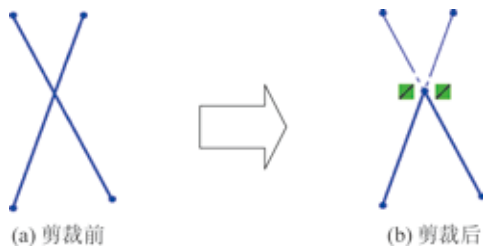

图 3.20 图元修剪
- ☐ 将已剪裁的实体保留为构造几何体 复选框：用于将剪裁的图元转换为构造几何体，如图 3.20 所示。